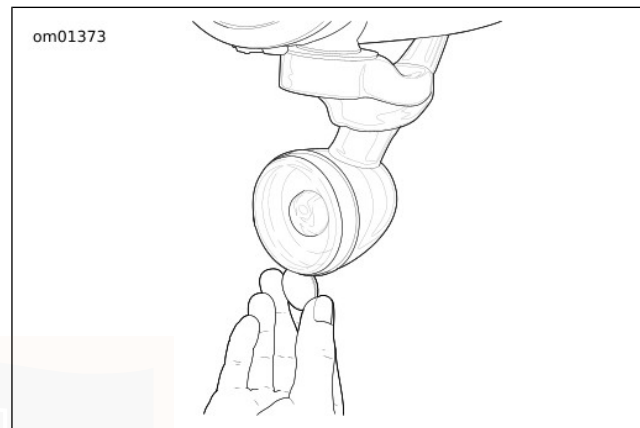

Figure 66. Encoche du capuchon de diffuseur
1. Voir Figure 66. Introduire une pièce de monnaie ou la lame d'un petit tournevis dans l'encoche en bas du capuchon du diffuseur. Tourner lentement la pièce jusqu'à ce que le capuchon du diffuseur sorte du boîtier d'ampoule.